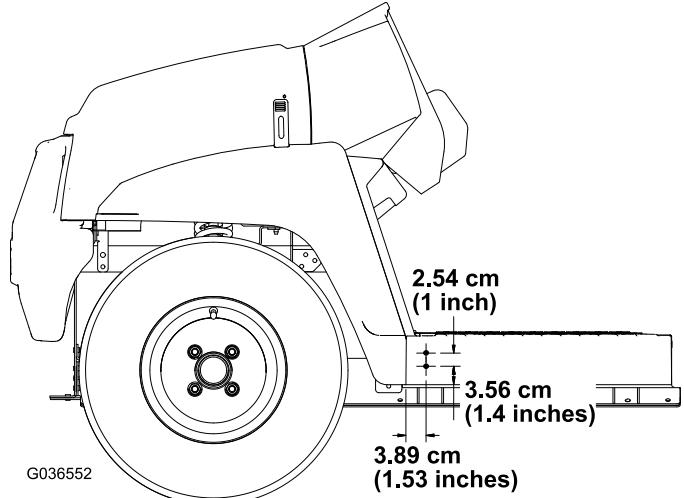

Bild 29
1. Verwenden Sie die in Bild 29 abgebildeten Abmessungen und bohren Sie zwei 5/16" große Löcher in die Außenseite der Bodenplatte an der linken und rechten Seite der Maschine.